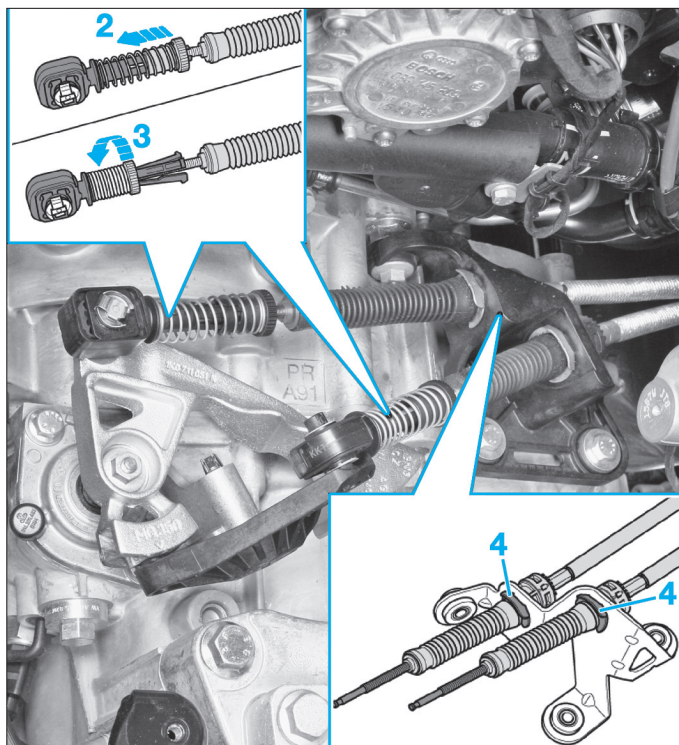
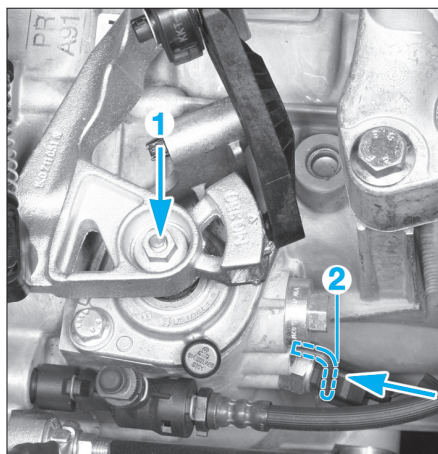

Fig. 14
Fig. 16
- Sur chaque câble, repousser le mécanisme de sûreté des câbles vers l'avant jusqu'en butée (2) (Fig.14).
- Repousser le mécanisme de sûreté des câbles vers l'avant jusqu'en butée (2) (**Fig.14**).
- Tourner le mécanisme de sûreté des câbles vers la droite (3) jusqu'à ce qu'il se verrouille.
- Bloquer l'arbre de commande comme suit (**Fig.16**) :
- enfoncer l'arbre dans le sens de la flèche (1),
- pousser la pige (2) jusqu'à ce qu'elle s'enclenche dans l'arbre de commande.